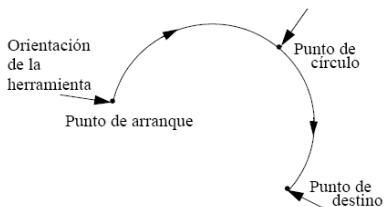

Figura 2 Orientación de la herramienta durante el movimiento circular.
- La reorientación se lleva a cabo respecto a la trayectoria circular. Así durante el movimiento, la orientación permanecerá constante si la orientación respecto a la trayectoria es la misma en el punto de inicio y en el punto de destino (véase la Figura 2).